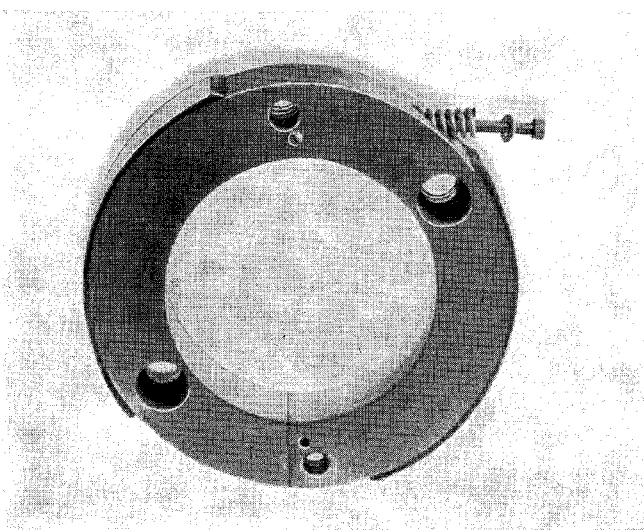

Abb. 6
- 07 Nach dem Herausschrauben des Gewindestiftes M 8 × 16 wird die Zylinderschraube M 8 × 75 entsichert und kann zusammen mit der Druckfeder A 3,6 × 18 × 11,5 entfernt werden (s. Abb. 6).